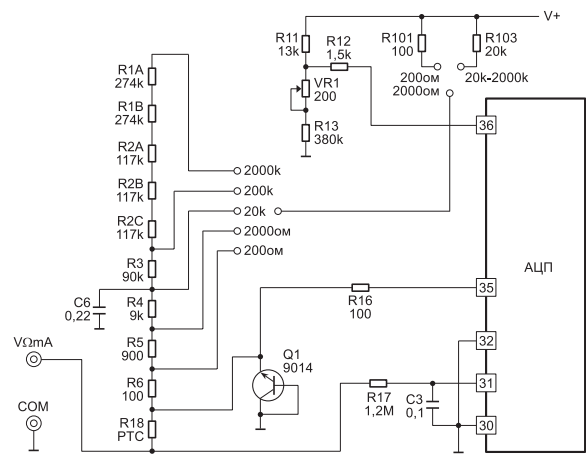

Рис. 6. Упрощенная схема мультиметра в режиме измерения сопротивления
Упрощенная схема мультиметра в режиме измерения сопротивления представлена на рис. 6. В режиме измерения сопротивления используется зависимость, выраженная формулой (2). На схеме видно, что один и тот же ток от источника напряжения +U протекает через опорный резистор R_{оп} и измеряемый резистор R_x (токи входов 35, 36, 30 и 31 пренебрежимо малы) и соотношение U_{вх} и U_{оп} равно соотношению сопротивлений резисторов R_x и R_{оп}. В качестве опорных резисторов используются R1...R6, в качестве токозадающих используются R10 и R103. Защита АЦП обеспечивается терморезистором R18 (в некоторых дешевых моделях используются обычные резисторы номиналом 1...2 кОм), транзистором Q1 в режиме стабилитрона (устанавливается не всегда) и резисторами R35, R16 и R17 на входах 36, 35 и 31 АЦП.